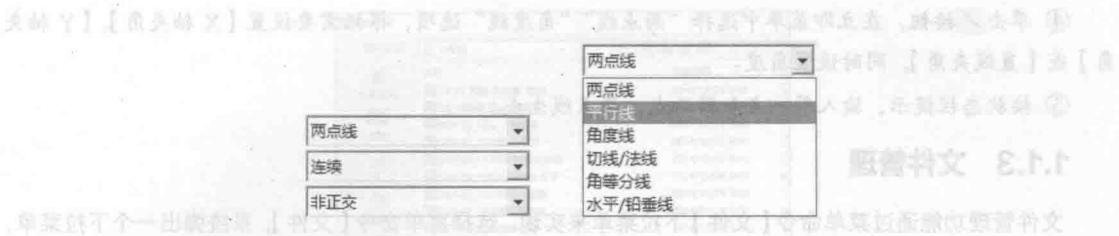

图 1-5 立即菜单
(5) 立即菜单：描述了当前命令执行的各种情况和使用条件。用户根据作图需要，正确地设置选项，便可以快速方便地完成绘图任务。图 1-5 所示为典型的立即菜单和其中的选项。